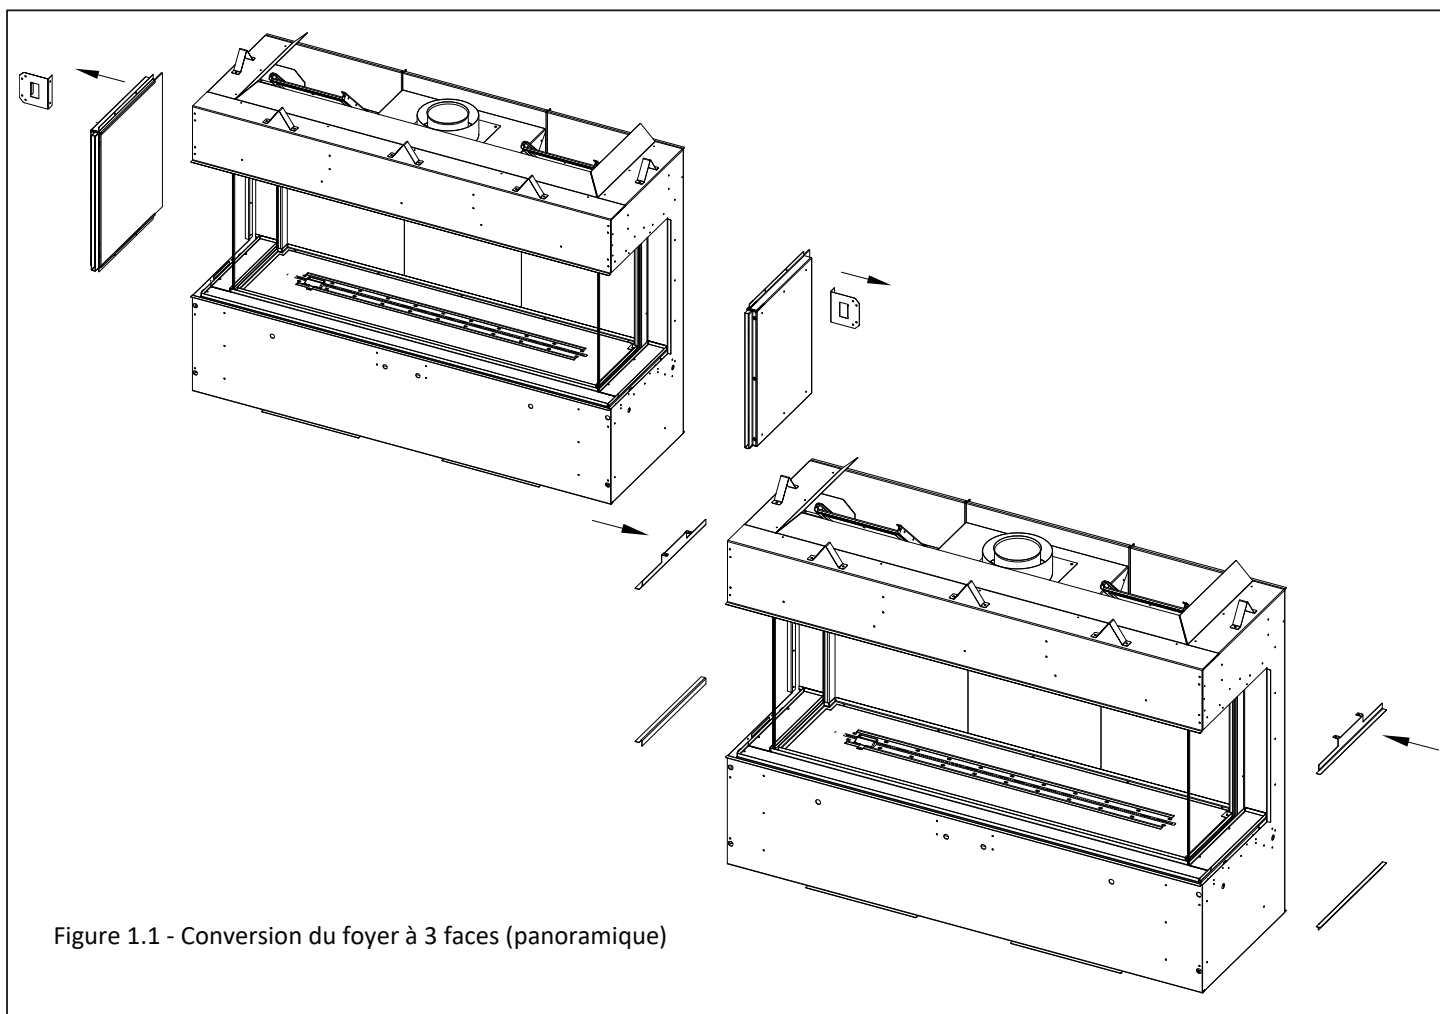

Figure 1.1 - Conversion du foyer à 3 faces (panoramique)
La Figure 1.1 montre la procédure de conversion complète pour les deux côtés du foyer. Si vous voulez un foyer en coin, retirez seulement la plaque d'obturation du côté où vous désirez une face vitrée, et effectuez la conversion de ce côté-là. Pour un foyer panoramique (3 faces vitrées), suivez toutes les instructions pour effectuer la conversion aux deux côtés du foyer.
1. Retirez et jetez (ou recyclez) les brides de clouage et les plaques d'obturation latérales situées à un ou aux deux côté(s), dépendant de votre choix d'installation. Voir la Figure 1.1. Conservez ces vis pour l'étape 2.